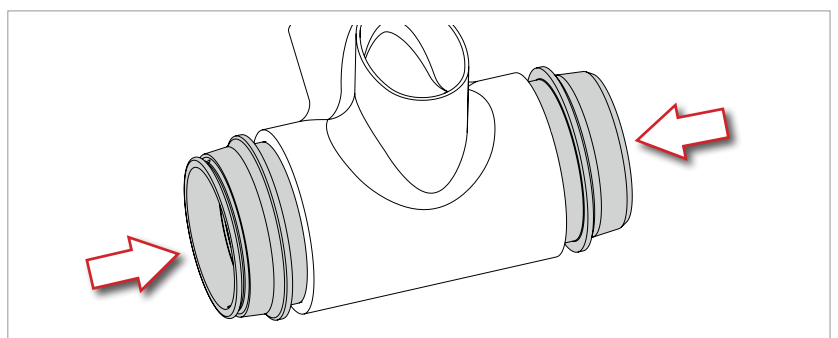

Abb.4
- Beide Lagerschalen am Innenlager positionieren, bis Sie spüren, dass der Widerstand an der Lagerschale größer wird und der O-Ring im Innenlager verschwindet (Abb. 4).